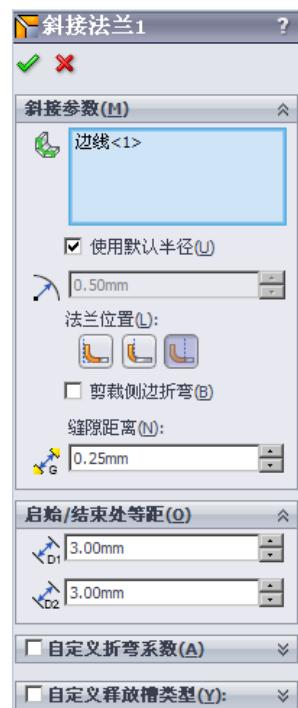

图 1.12 “斜接法兰 1”对话框
② 选择下拉菜单 **插入(I)** \rightarrow **退出草图** 命令, 退出草图环境, 系统弹出图 1.12 所示的“斜接法兰 1”对话框。